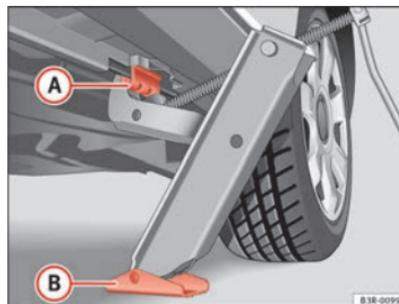

Abb. 197 Radwechsel:
- Richten Sie den Wagenheber so aus, dass seine Klaue in den Steg des Unterholms greift ⇒ Seite 266, Abb. 197 **A** und die bewegliche Grundplatte **B** plan auf dem Boden aufliegt.